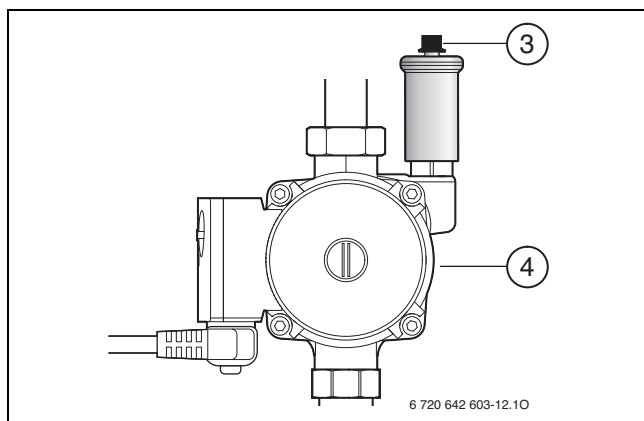

Fig. 22
- ▶ Volver a purgar la instalación mediante el purgador automático de la bomba solar (→ fig. 22, [3], pág. 17).